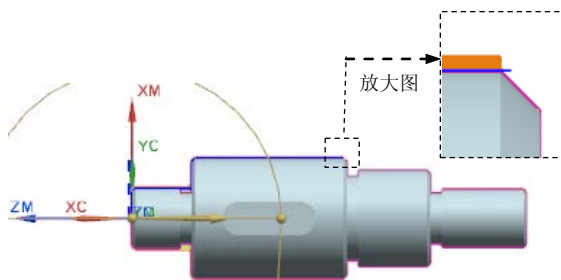

图 9.38 刀路轨迹
Step1. 单击“外侧精车”对话框中的“生成”按钮，生成刀路轨迹如图 9.38 所示。